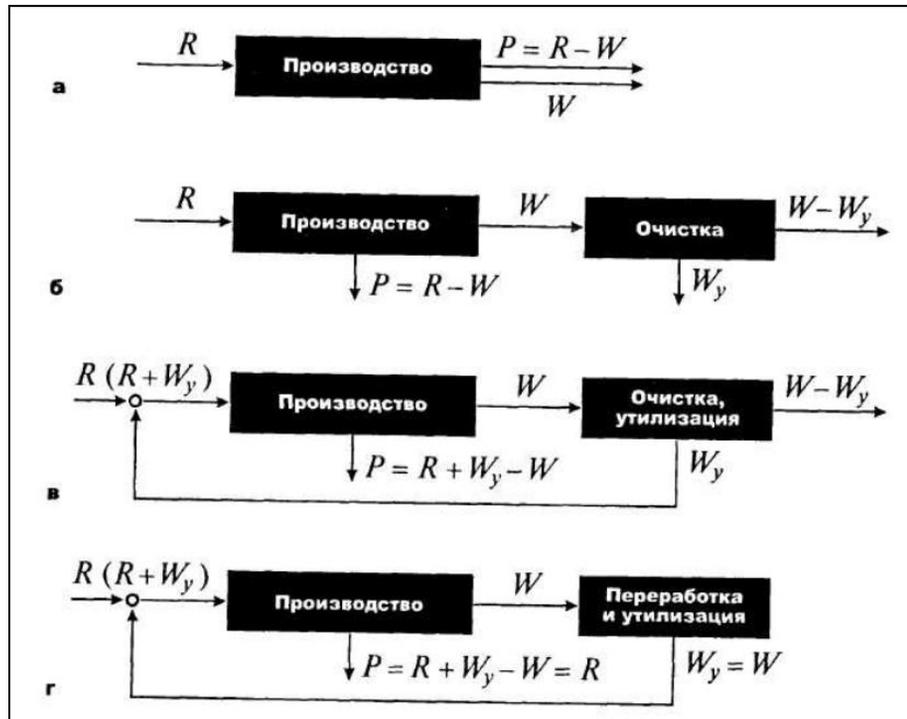

Рисунок 1 - Материальные потоки в производственных процессах различной степени замкнутости
**Задание:** Изучите схемы на рис. 1 и поясните, какие категории производственных процессов на них представлены. Рассмотрите более подробно варианты, когда на производстве: 1) эффективно функционирует система очистки выбросов (сбросов); 2) уловленные вещества используются в качестве вторичного сырья. Запишите для этих случаев соответствующие уравнения материально-технического баланса.